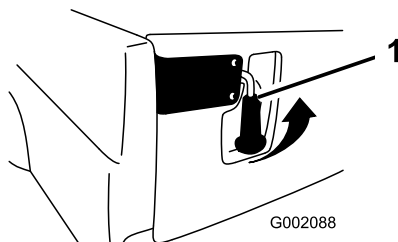

Figura 26
1. Per aprire i dispositivi di chiusura della sponda sollevate le relative impugnature (Figura 26). I dispositivi di chiusura scatteranno verso il centro della sponda. Abbassate lentamente la sponda.